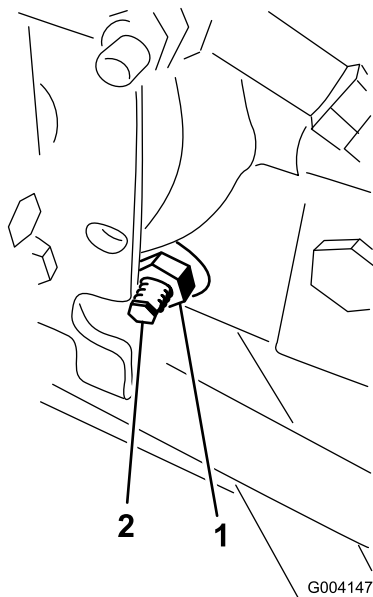

Bild 54
3. Lösen Sie rechts am Hydrostat die Sicherungsmutter an der Fahrtrieb-Einstellnocke (Bild 54).